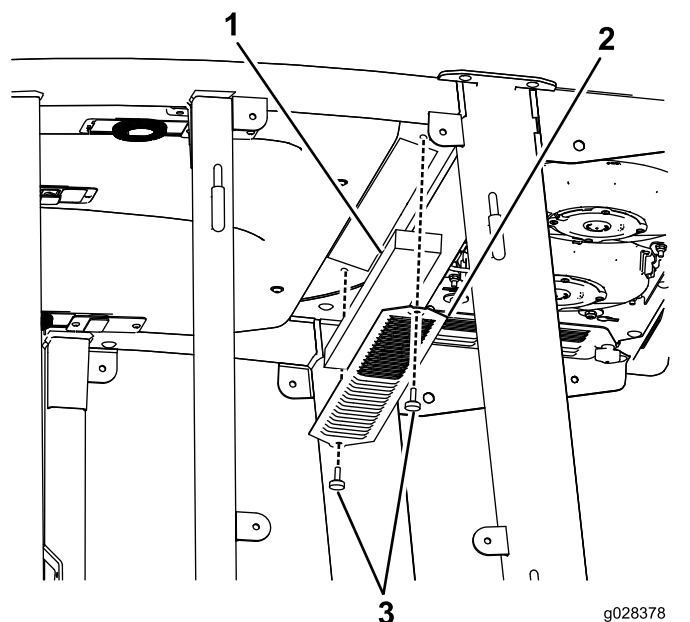
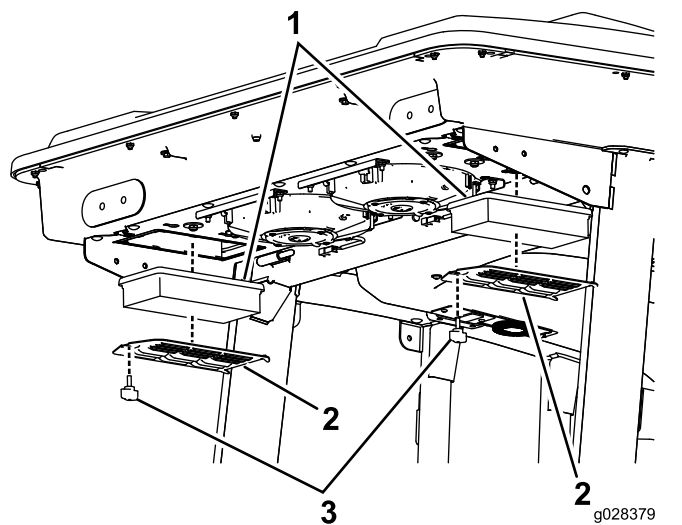

Figure 134
Figure 135
1. Retirez les vis et les grilles des filtres à air intérieur et arrière de la cabine (Figure 134 et Figure 135).